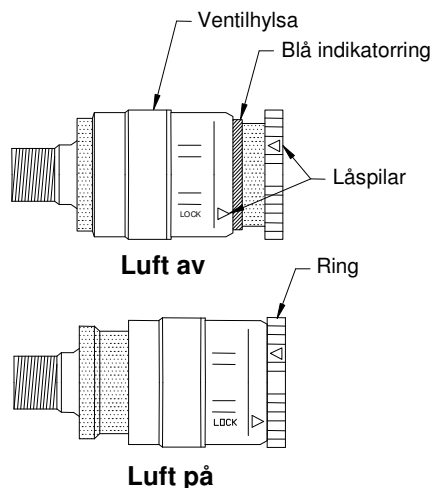

FIGURE 4: Luftkoppling
1. Pressa fast honsnabbkopplingen över hankopplingen på AutoSet™ . När kopplingen är helt ansluten syns en blå indikatorring (fig. 4).